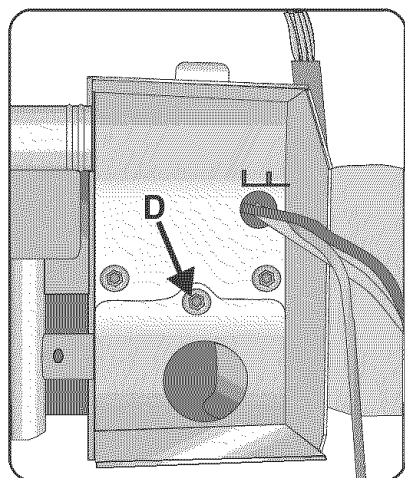

Figure 14
- 2) Retirer la plaque de réducteur de tension en enlevant la vis à l'arrière de la boîte de jonction, comme à la figure 14, lettre D et en faisant glisser la plaque vers l'extérieur.